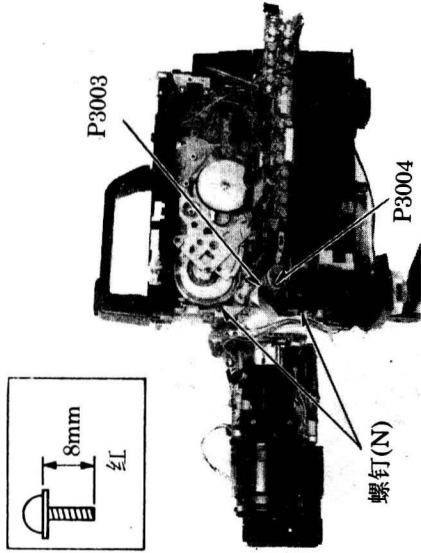

图 19
- 步骤: ① 卸下2个螺钉(N);
- ② 断开主电路板上的连接器 P3004 和弹性连接器 P3003, 如图19所示。